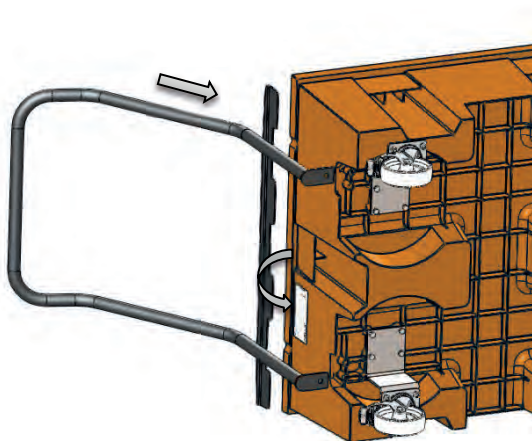

Abb. 4.1.1
- Schiebebügel einhängen (Abb. 4.1.1)